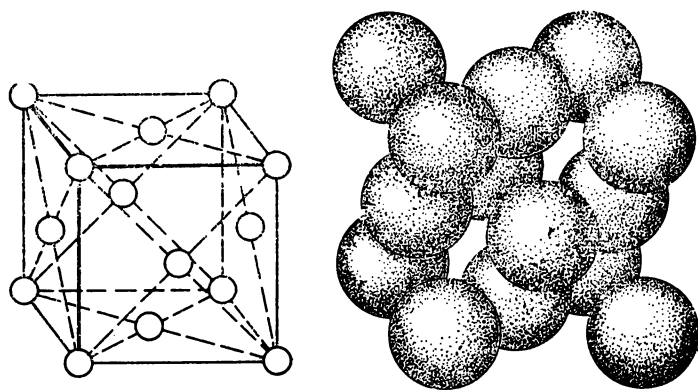

Рис. 69. Кубическая гранецентрированная решетка металла.
2. *Кубическая гранецентрированная решетка* (рис. 69). Атомы металла в ней расположены по вершинам граней куба. Такой решеткой обладают кальций, стронций, медь, серебро, золото, платина, свинец, никель и др.